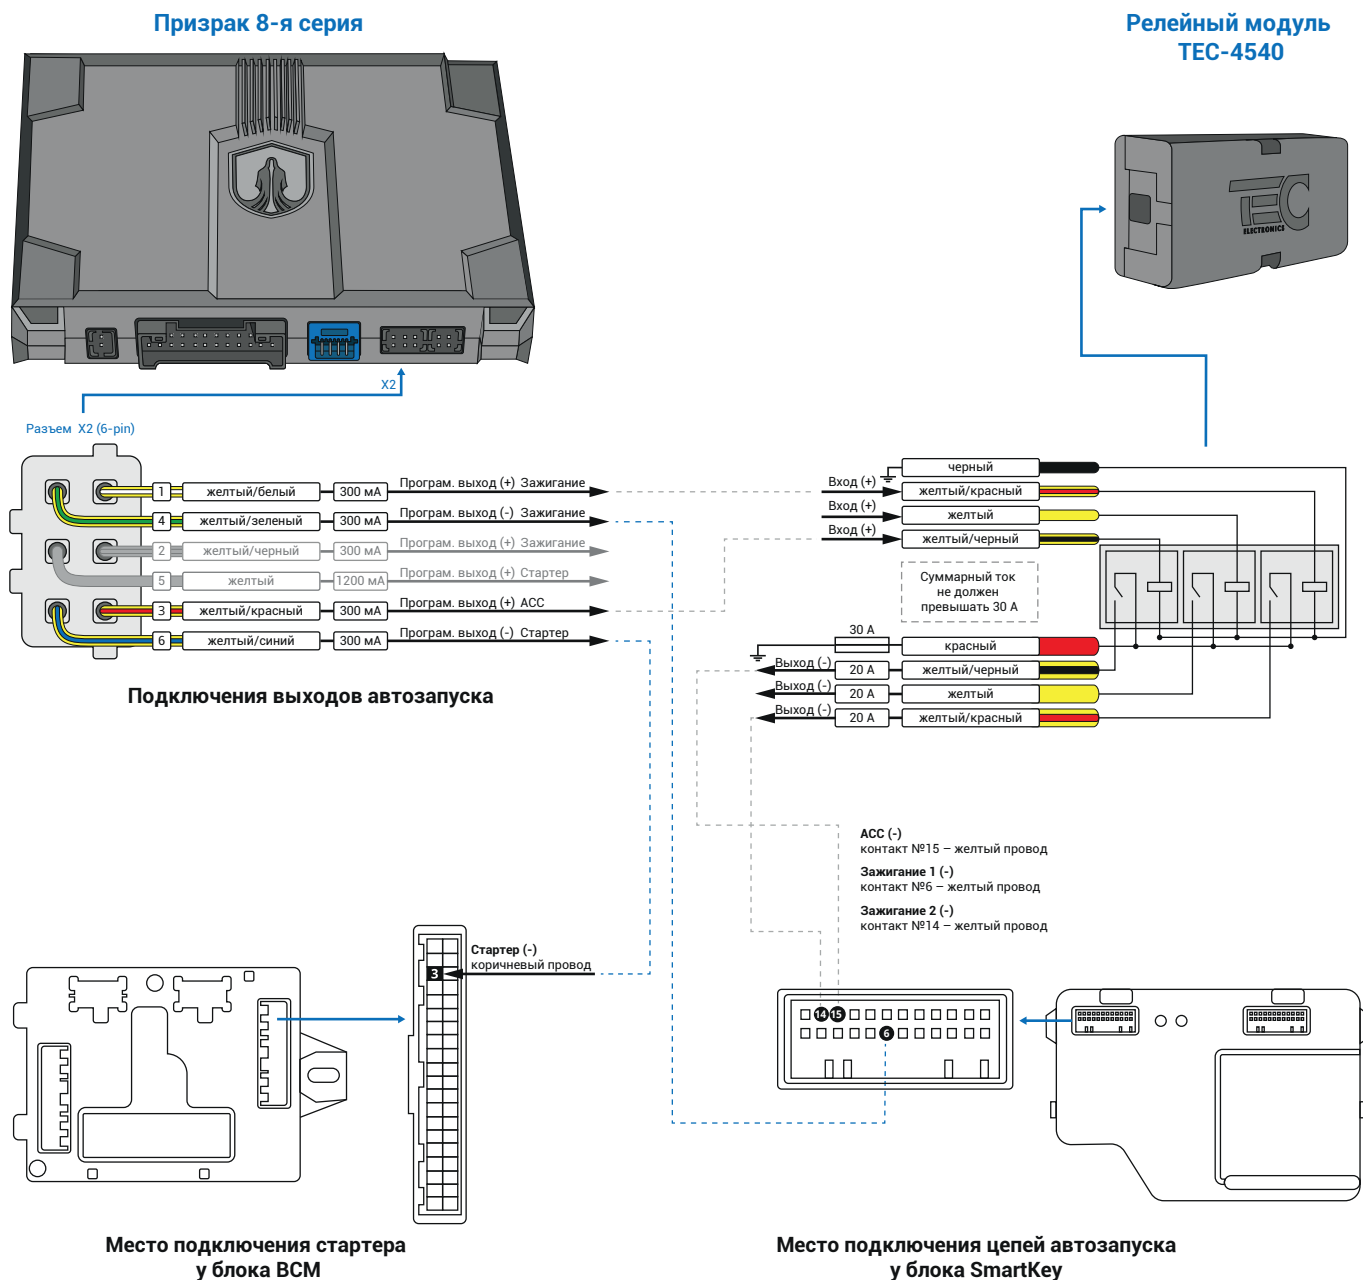

Рис.2 Схема подключения автозапуска
2. Осуществите подключение цепей автозапуска. Подключение к автомобилю производится у блока BCM и блока SmartKey. Для осуществления автозапуска достаточно подключить Зажигание и Стартер. При необходимости подключения цепей Зажигания 2 и ACC используйте релейный модуль TEC-4540 (см. рис. 2).